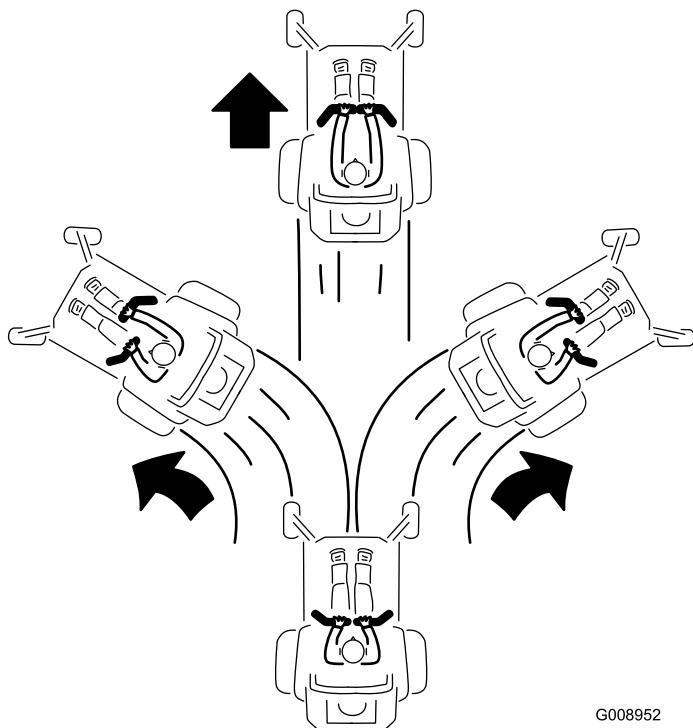

Bild 34
3. Drücken Sie die Fahrantreibshebel langsam nach vorne, um vorwärtszufahren (Bild 34).